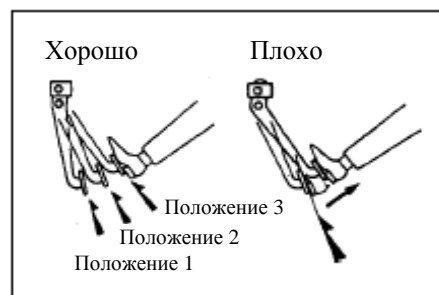

Рис.271
(1) Проверка воздушной герметизации.
- а. Запустите двигатель, выключите его через одну или две минуты, и медленно нажмите на педаль несколько раз (рис. 271).